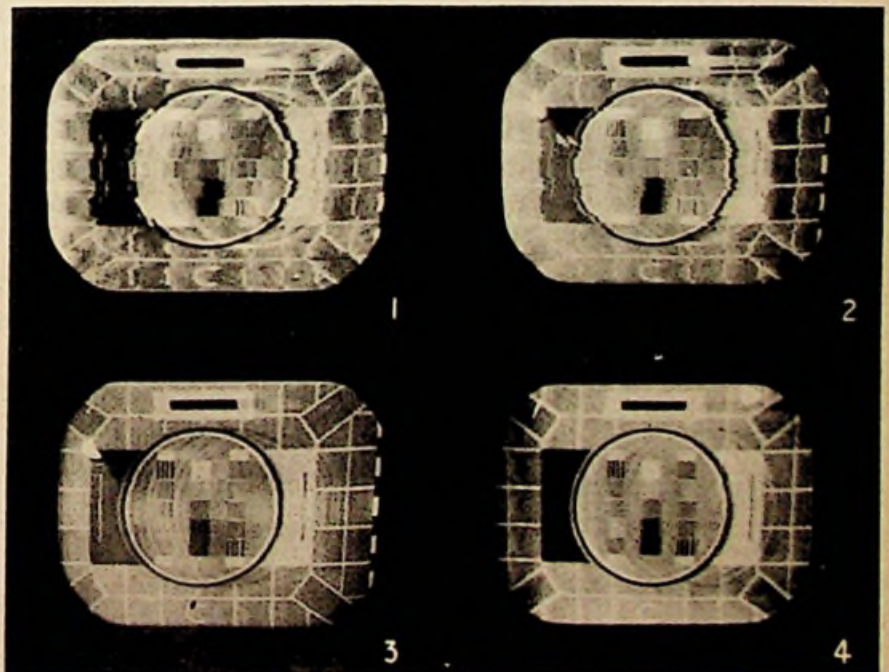
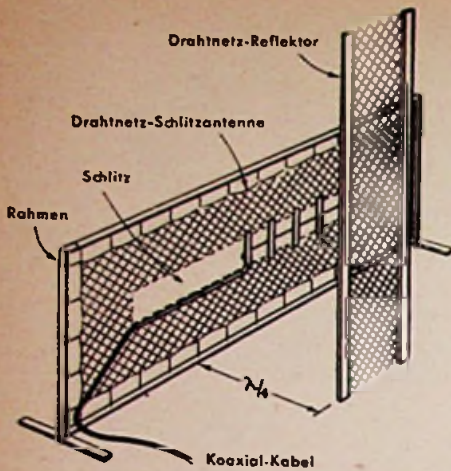

Bild 4. Geisterbilder am gleichen Empfangsort wie Bild 2 aufgenommen
Bild 5. Schlitzantenne mit Reflektorwand
abweicht, ist in Bild 5 wiedergegeben. Aus Bild 4 geht hervor, daß auch mit der besten, der Doppel-H-Antenne, noch immer — wenn auch kaum noch störende — Geisterbilder vorhanden sind.
Der Zweck dieser Untersuchung war, ein Bild über solche Antennensysteme zu erhalten, mit denen dem Teilnehmer am Fernsehempfang einwandfreie Schirmbilder vermittelt werden können. Es wurden neun (in Großbritannien) handelsübliche Formen untersucht und dann drei Sonderanfertigungen benutzt, als man mit den ersteren nicht zum Ziel kam. Die Unterschiede in der Güte der Antennensysteme zeigt Bild 4, eine der verwendeten Labor-konstruktionen, die sehr vom Gewohnten
- 3) Schlitzantenne mit Reflektor (Bild 5), 4) Doppel-H-Antenne